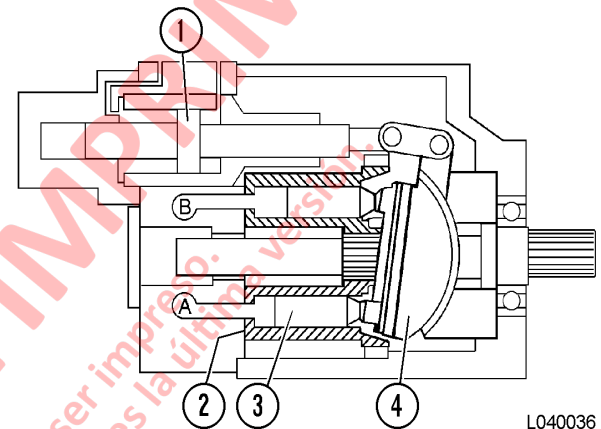

FIGURA 4-13. BOMBA A VOLUMEN MEDIO
La Figura 4-13 muestra que la posición del pistón de control (1) está cerca del centro de su carrera. El bloque de oscilación (4) no está tan inclinado como antes, por lo que los pistones tienen una carrera más corta. A medida que la carrera del pistón se acorta, la descarga de la bomba también disminuirá.